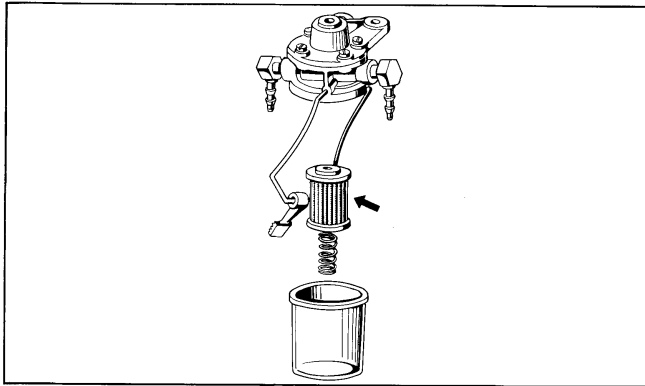

Fig. 101
- Il filtro benzina, nella valvola regolatrice (Fig. 101), sistemato nel vano motore lato posteriore destro.
- petrol filter in the control valve (Fig. 101), is located in the rear right side of the engine compartment.
- 2ème filtre est monté dans la soupape de régulation (Fig. 101) située dans la coffre moteur (derrière à droite).
Sostituire il filtro nella valvola regolatrice (vedi Fig. 101).